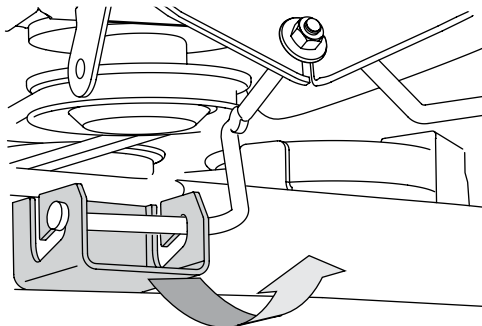

Figura 4-13
- En las plataformas de 38", deslice suavemente la plataforma de corte hacia la parte delantera del tractor, guiando cuidadosamente los ganchos en la plataforma fuera de la barra estabilizadora de la plataforma. Vea la Figura 4-13.